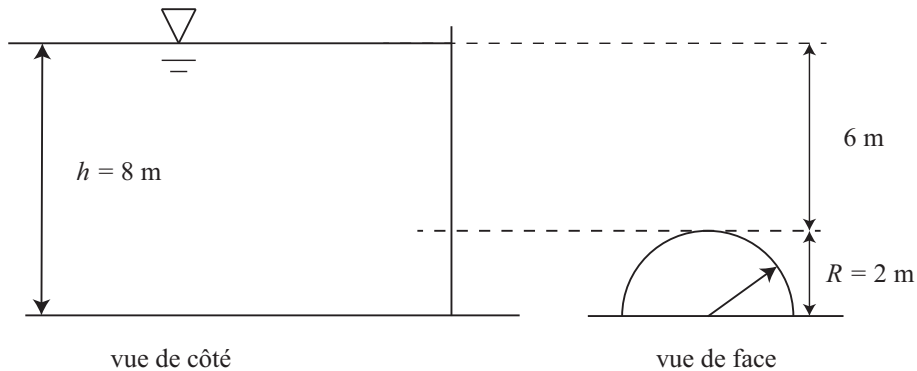

Figure 2 : schéma du réservoir.
- Problème 2** Un réservoir contient un volume d'eau (voir figure 2). La hauteur est $h = 8$ m. La paroi du réservoir est munie d'une vanne de forme semi-circulaire de rayon $R = 2$ m. On souhaite calculer la force de pression exercée par l'eau sur cette vanne afin de concevoir un dispositif de fermeture adapté. On suppose que la pression atmosphérique est $p_a = 0$.